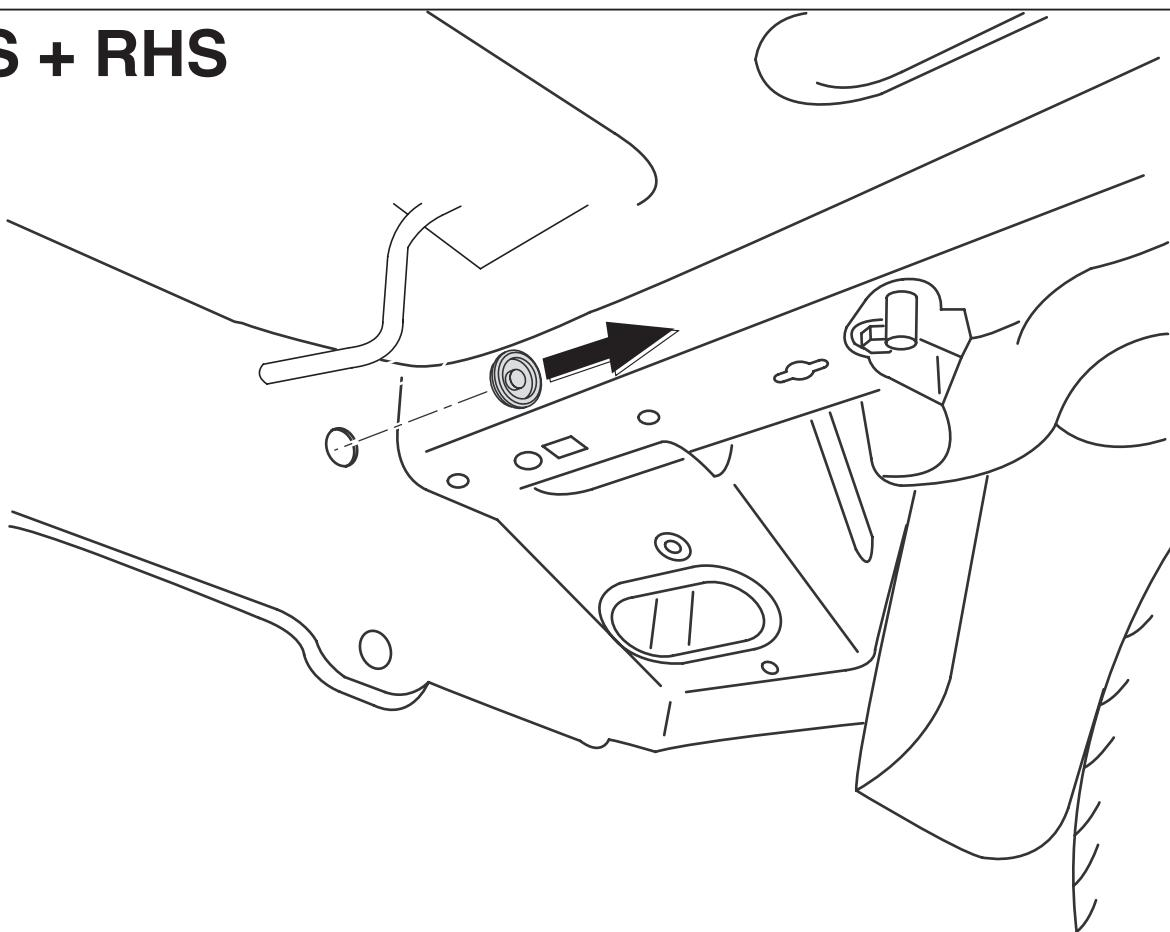

Fig.1
2. Bei den angegebenen Punkten die Gummikappen entfernen (siehe Abb. 1).
2. Fjern gummikapslerne ved de markerede punkter (jævnfør fig. 1).